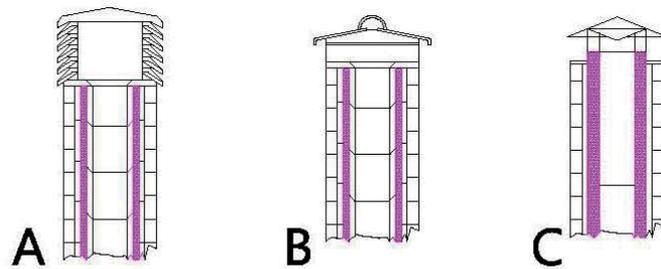

Fig. 9 - Beispiele von Schornsteinen
Der Schornstein ist entscheidend für die gute Funktionsweise des Heizgeräts: Es wird ein Windschutz-Schornstein (A) empfohlen, siehe **Fig. 9**.
3. Externer Rauchgasabzug, nur aus isolierten Stahlrohren realisiert, d.h. mit Doppelwand mit min. Ø 100 mm: Alles gut an der Wand verankert. Mit Windschutz-Schornstein (siehe Fig. 9 Typ A).